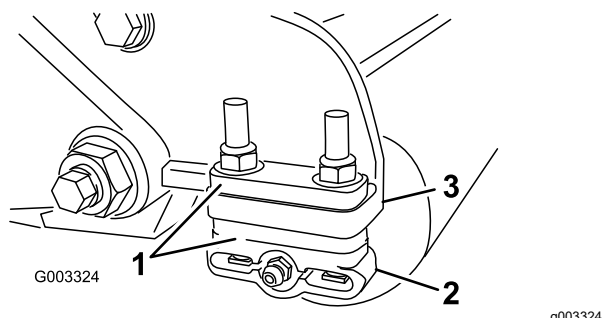

Figura 12
- Ajuste los soportes del rodillo trasero (Figura 12) al intervalo de alturas de corte deseado colocando la cantidad necesaria de
espaciadores debajo de la brida de montaje de la placa lateral (Figura 12), según lo indicado en la Tabla de alturas de corte.